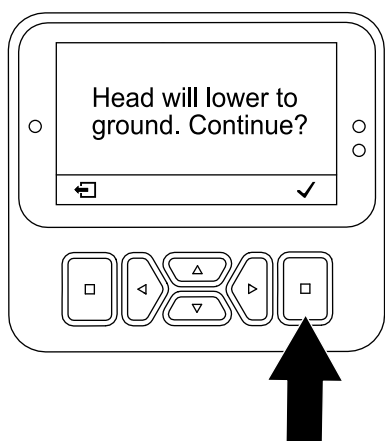

Figura 107
7. En la pantalla Head Will Lower (El cabezal bajará) (Figura 107), pulse el botón Seleccionar.